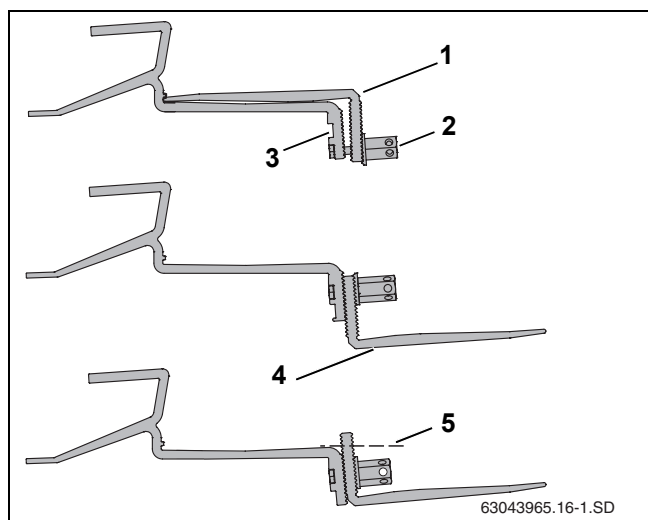

Fig. 13 Fixarea cârligelor pe căpriori
În cazul unor tipuri de învelitoare se poate impune căptușirea cârligelor în partea inferioară (Fig. 13, [4]) cu scânduri/dulapi, pentru a permite sprijinirea cârligelor în partea superioară a țiglelor.
- ▶ Desfaceți piulița hexagonală lungă (Fig. 13, [2]).
- ▶ Introduceți șurubul în orificiul superior (Fig. 13, [3]).
- ▶ Desfaceți partea inferioară a cârligului (Fig. 13, [1]).